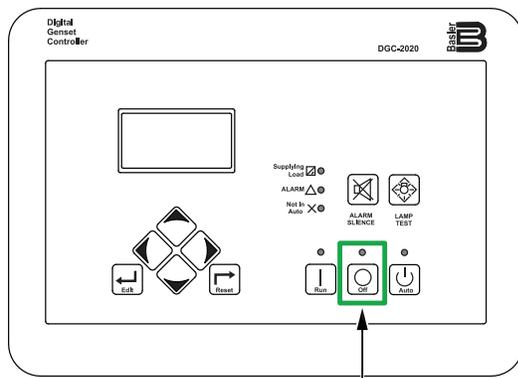

Figure 76. Contrôleur numérique (bouton d'arrêt OFF)
1. Appuyez sur le bouton d'arrêt **Off** du contrôleur numérique (Figure 76) pour arrêter le moteur. Le moteur s'arrêtera après un processus de refroidissement d'une minute.